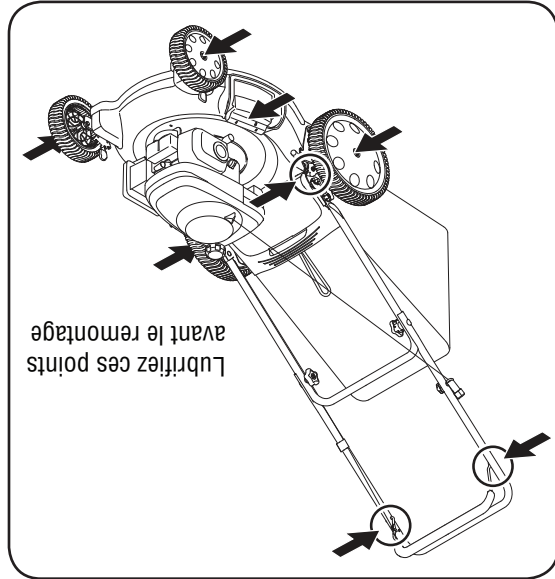

Figure 12
1. Lubrifiez les points de pivot de la poignée de commande de la lame au moins une fois par saison pour fonctionner facilement dans les deux sens. Voir la Figure 12.
2. Lubrifiez les roulements à billes des roues au moins une fois par saison avec de l'huile légère. La commande de la lame doit fonctionner facilement dans les deux sens. Voir la Figure 12.
3. Le ressort de torsion et le point de pivotement sur le clapet arrière doivent être lubrifiés régulièrement avec une huile légère pour empêcher la rouille. Voir la Figure 12.